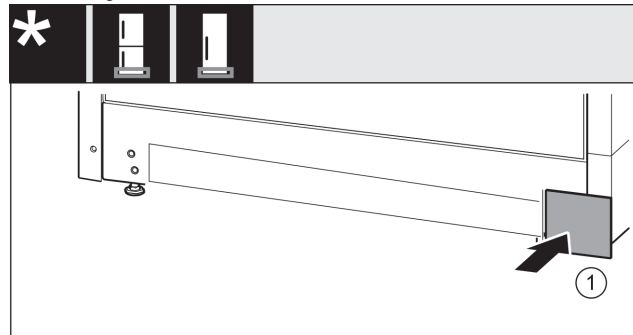

Fig. 16
- ▶ Поставете капака отново върху другата страна. Fig. 16 (1)